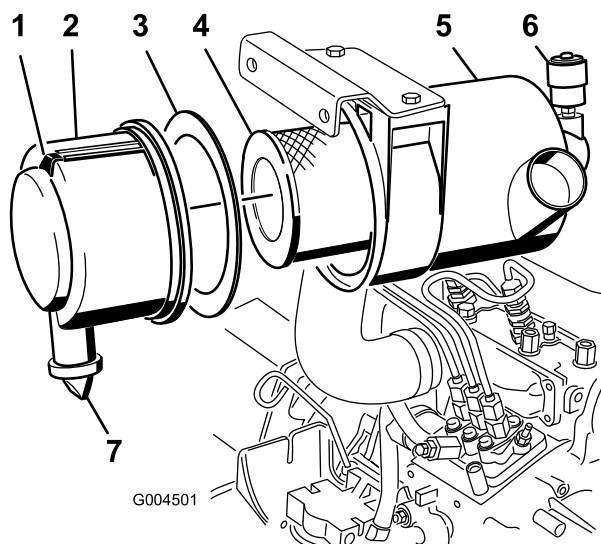

図 41
2. エアクリーナの整備はインジケータ(図 41)が赤色になっていたら、または 400 運転時間ごと(非常にホコリのひどい場所ではより頻りに)行ってください。エアフィルタの整備のしすぎはかえってよくありません。
1. ラッチを外側に引いて、カバーを左にひねる(図 41)。
2. エアクリーナのボディーからカバーを外す(図 41)。
4. 1次フィルタ(図 41)を取り外して交換する。
6. カバーの内側に発泡樹脂製のガスケットが正しく(破損せずに)ついていることを確認する(図 41)。
- A. カバーからゴム製の出口バルブを取り外す(図 41)。
10. インジケータ(図 41)が赤になっている場合はリセットする。